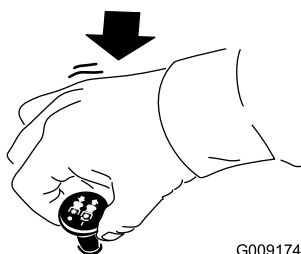

Figure 14
1. Désengagez les lames en plaçant la commande des lames en position DÉSENGAGÉE (Figure 14).